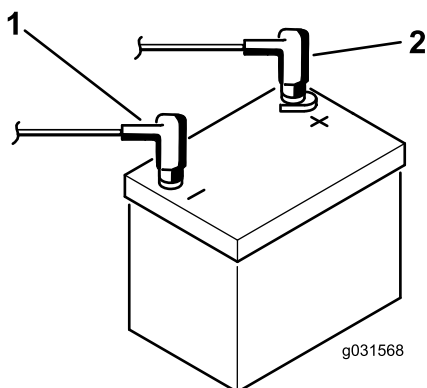

Figura 4
8. Conecte el cable positivo (rojo) al terminal positivo (+) y el cable negativo (negro) al terminal negativo (-) de la batería usando los pernos y las tuercas (Figura 4).